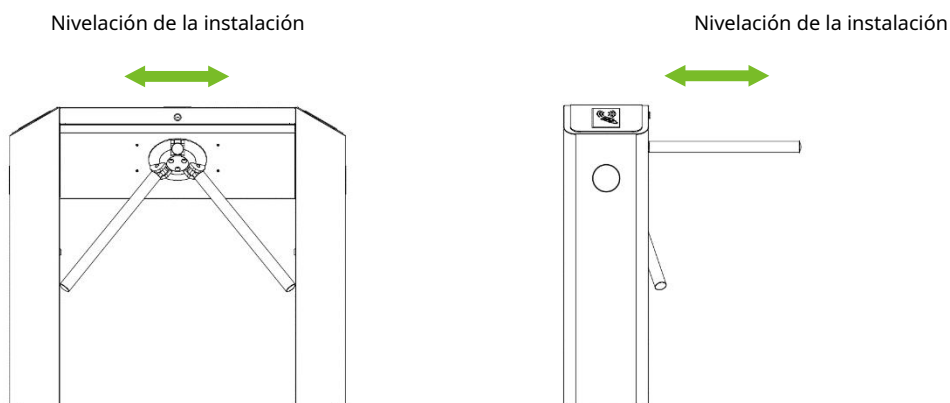

Figura 3-5
3. Instale el torniquete en la placa de montaje y apriete los tornillos. Aplique pegamento de fijación de tornillos antes de usar y coloque juntas en los tornillos para ajustar la dirección del torniquete. Si el torniquete del trípode no está nivelado, puede colocar juntas para ajustar, como se muestra en la Figura 3-5.